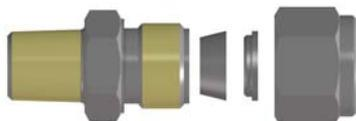

Bild 1
- 3.1 Überprüfen Sie, ob die Klemmringverschraubung korrekt zusammgebaut ist. Bild 1 zeigt die zu einer Verschraubung gehörenden Komponenten und in welcher Richtung diese zusammengefügt werden.